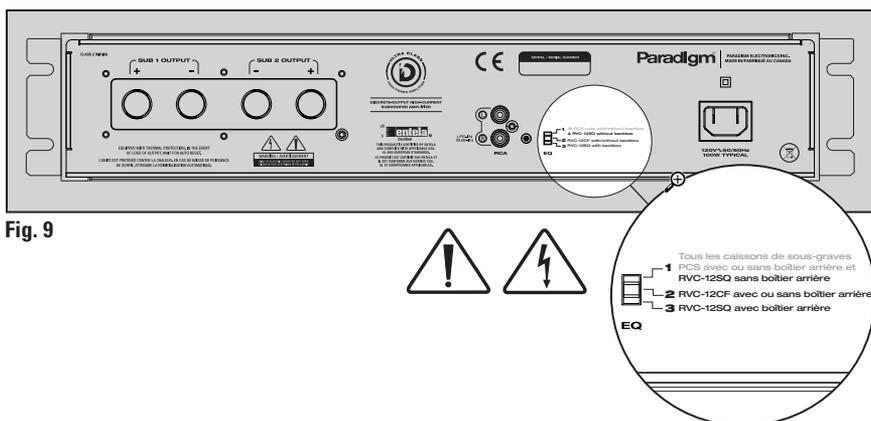

Fig. 9
**POUR ASSURER UN SON OPTIMAL ET EMPÊCHER LES DOMMAGES À L'AMPLIFICATEUR OU AU CAISSON DE SOUS-GRAVES, L'INTERRUPTEUR « EQ » À 3 POSITIONS SITUÉ SUR LE PANNEAU ARRIÈRE DU X-300 DOIT ÊTRE POSITIONNÉ DE FAÇON APPROPRIÉE POUR UNE UTILISATION AVEC VOTRE INSTALLATION (voir Fig. 9). Détails supplémentaires à la page 17.**
Pour assurer un son optimal et empêcher les dommages à l'amplificateur ou au caisson de sous-graves, l'**interrupteur « EQ » à 3 positions** situé sur le panneau arrière du X-300 doit être positionné de façon appropriée pour une utilisation avec ou sans le boîtier arrière ParadigmMD. Placez-le à la position qui correspond à votre configuration (Fig. 9) :